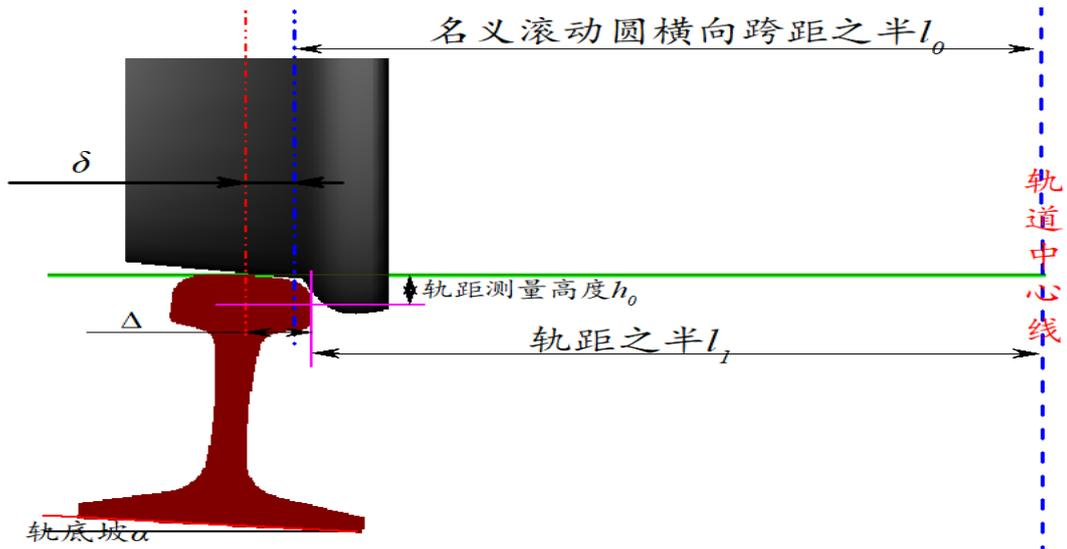

图 037-5
4、如图 037-5 所示，当进行轮轨匹配时，若轮对固定，只要给轮轨型面局部坐标系原点间距设置一定的 δ 值（想象用你的双手移动两股钢轨去和轮对匹配），就能保证满足相关标准的轨距。很明显，这里存在一个关系式 $l_0 + \delta = l_1 + \Delta$ 。